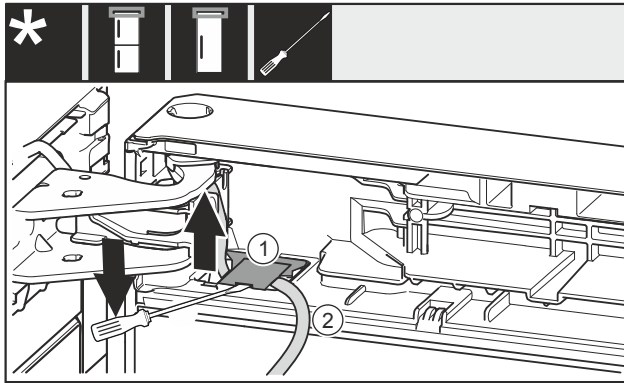

Fig. 12
- За допомогою шліцьової викрутки підніміть та витягніть кришку Fig. 12 (1).
- Витягніть кабель Fig. 12 (2).